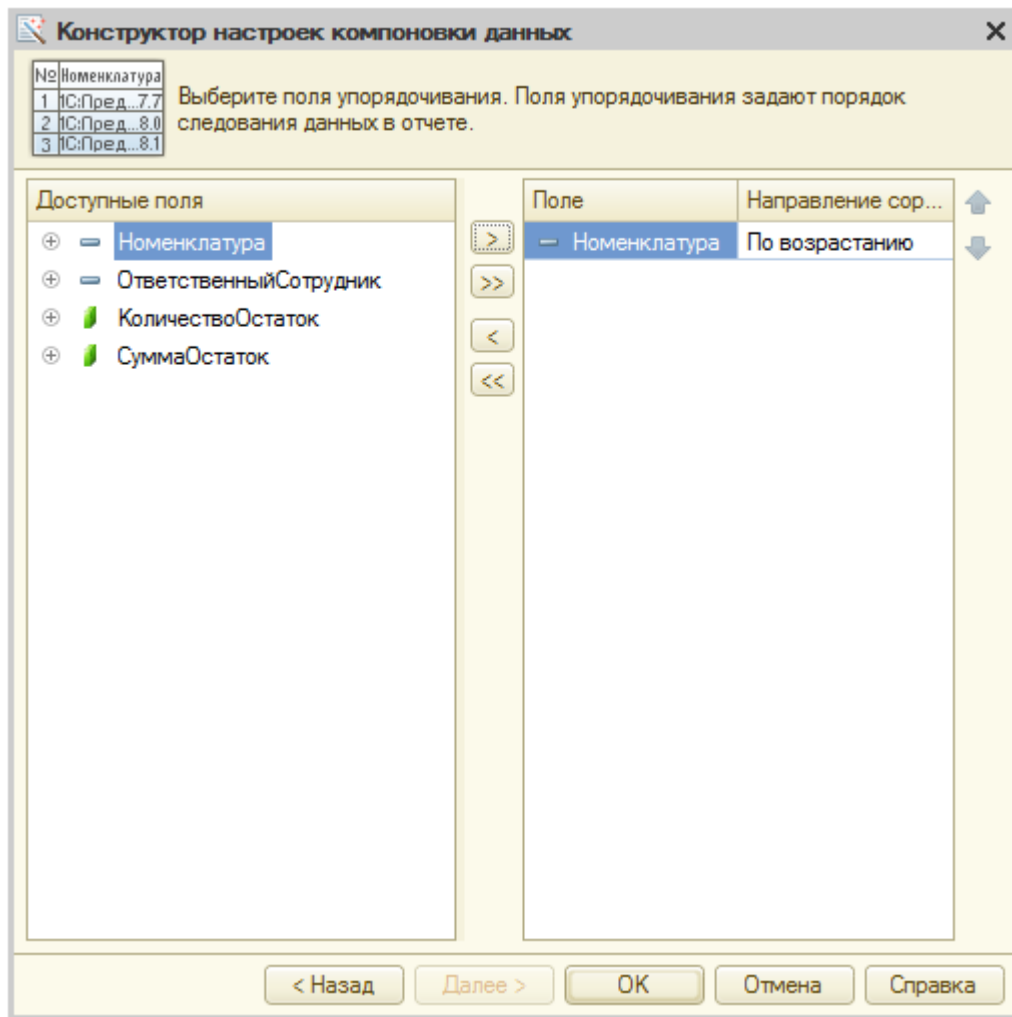

Рисунок 13.6- Настройка упорядочивания отчета
9. В следующем окне конструктора, который позволяет задать упорядочение отчета, зададим упорядочивание по полю **Номенклатура**, по возрастанию, Рисунок 13.6.